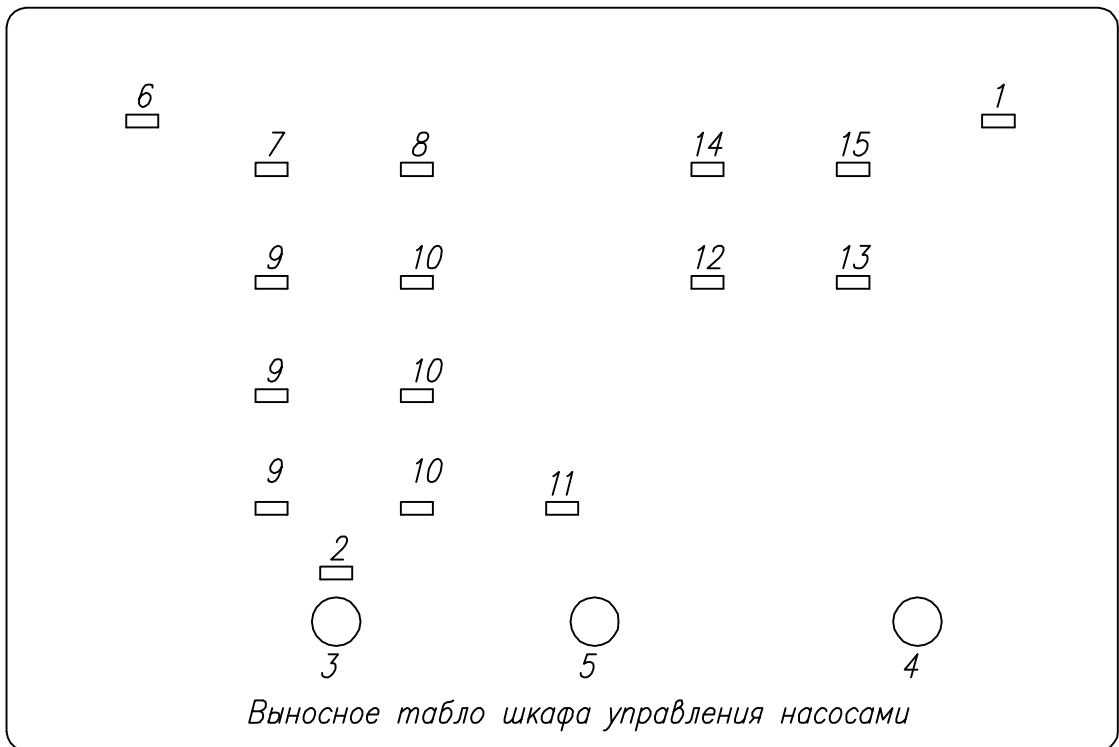

Рис.1. Внешний вид
5.1. Описание световых сигнализаторов (рис.1):
5.2. Описание органов управления (рис.1):